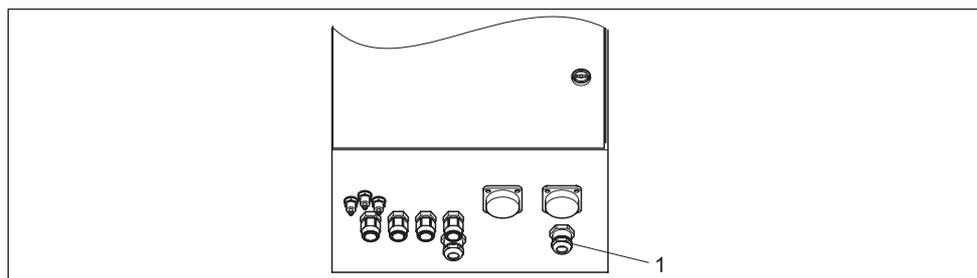

Fig. 21: Inserimento del cavo delle sonde di livello
1. Inserire i cavi delle sonde di livello per la soluzione tampone e detergente dietro all'attacco del multitubo, attraverso il triplo pressacavo Pg (vedere fig. 21).